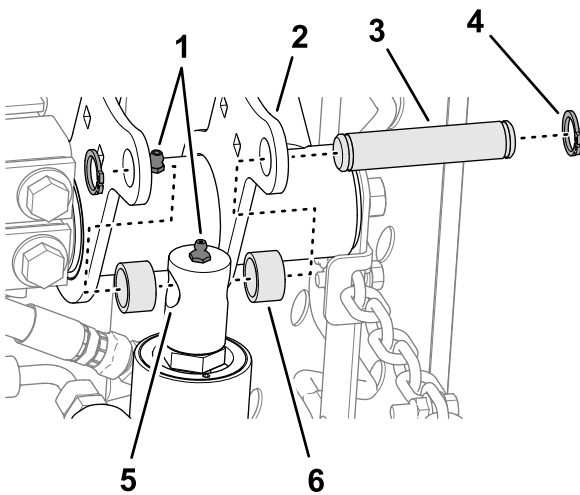

Figura 15
4. Mueva lentamente la varilla del cilindro de elevación hasta que esté alineada con los orificios de las pestañas del brazo de elevación derecho (Figura 15).
5. Monte la varilla en las pestañas con el pasador de montaje, 2 espaciadores y 2 anillos de retención (Figura 15).
1. Alinee los orificios de las placas del bastidor de tiro trasero con los orificios de las placas de montaje de la unidad de corte (**Figura 15**).